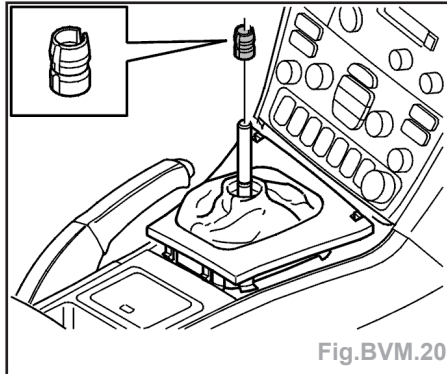

Fig.BVM.20
- Le bord chanfreiné de la bague de support sur le levier de sélecteur doit être dirigé vers le haut. La rainure doit être dirigée vers l'arrière (Fig.BVM.20).